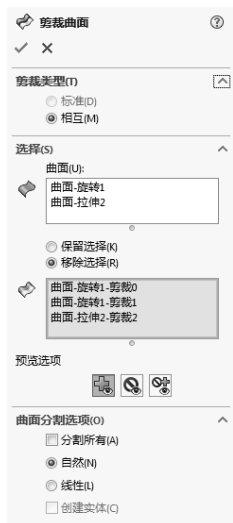
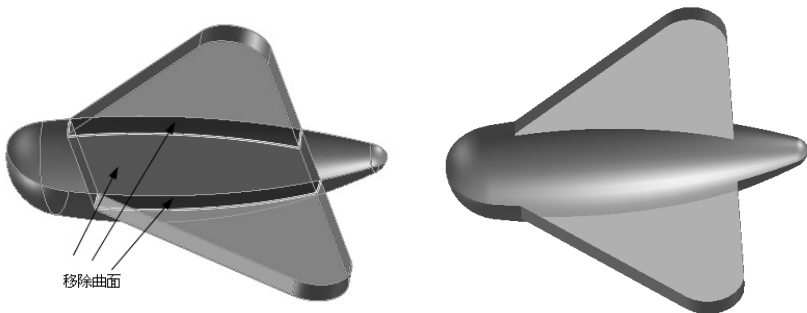

图 9-107 移除曲面示意图
图 9-108 裁剪曲面 1
6) 裁剪曲面。单击“曲面”控制面板中的 (剪裁曲面) 按钮, 系统弹出图 9-107 所
示的“剪裁曲面”属性管理器。在属性管理器中选择“剪裁类型”为“相互”，在视图选择拉伸曲面和旋转曲面为剪裁曲面，选择图 9-107 所示的面为移除曲面。单击属性管理器中的 （确定）按钮，结果如图 9-108 所示。